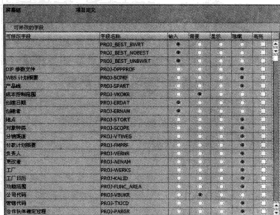

图 9-24 “项目定义屏幕字段选择”界面
STEP 2 双击“字段选择: 项目定义”选项, 进入“项目定义屏幕字段选择”界面, 如图 9-24 所示。在此屏幕中, 对于可修改字段, 通过选择后面的输入、需要、显示、隐藏、高亮等